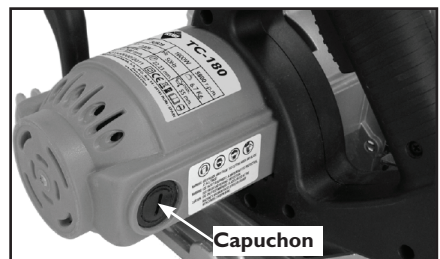

Fig.10
Pour remplacer: il suffit d'enlever le capuchon (47) et de retirer les anciens charbons (46). Les remplacer par de nouveaux charbons ( toujours remplacer par paire) en veillant à ce qu'ils s'alignent correctement et glissent librement. Ensuite replacer le capuchon. Voir fig.10.